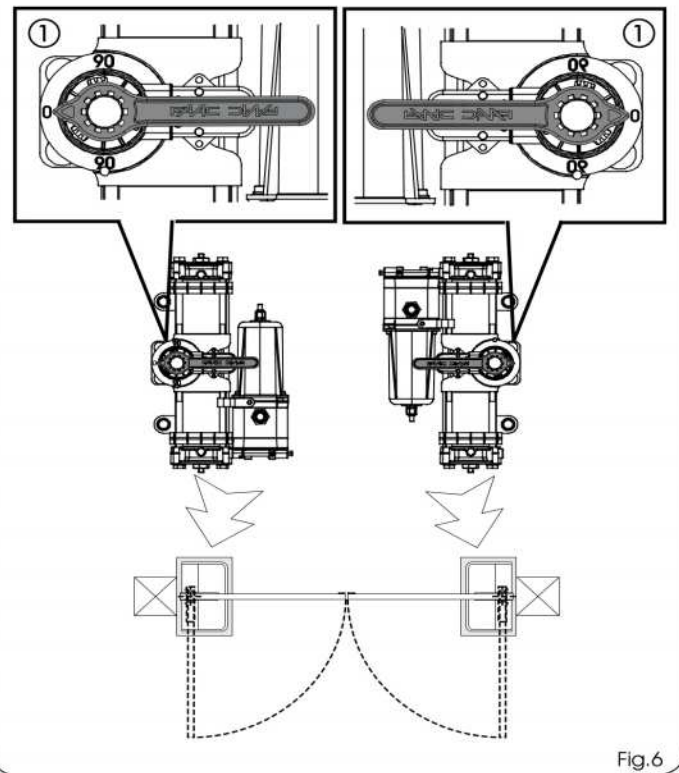

Fig.6
6) Sin mover el piñón inserte en el operador la llave suministrada en dotación, tal y como se indica en la figura 6, y compruebe que la misma indique el 0 (CERO) en el plástico del operador (Fig.6 ref.①); si procede, gire el piñón. (**IMPORTANTE PARA EL CORRECTO ACOPLAMIENTO PIÑÓN-CASQUILLO RANURADO EN FASE DE MONTAJE**).